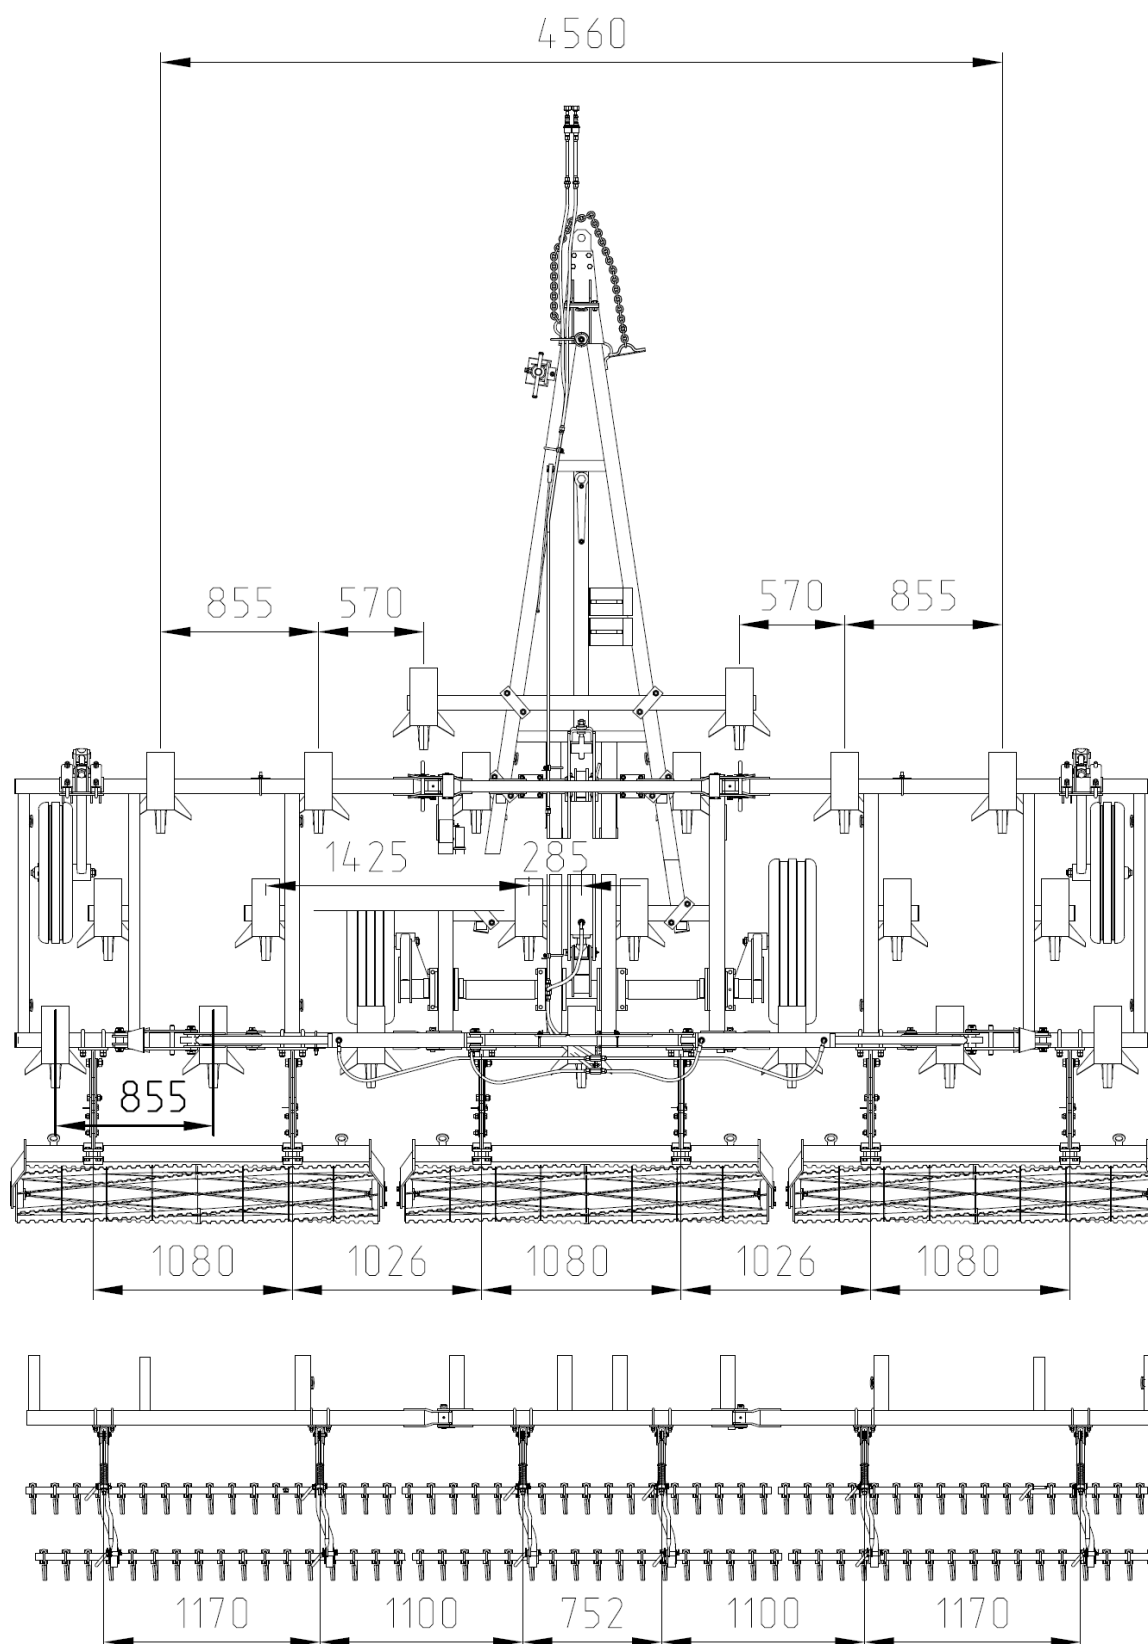

Рис.24 Схема расстановки рабочих органов.
- установите рабочие органы согласно (Рис.24);